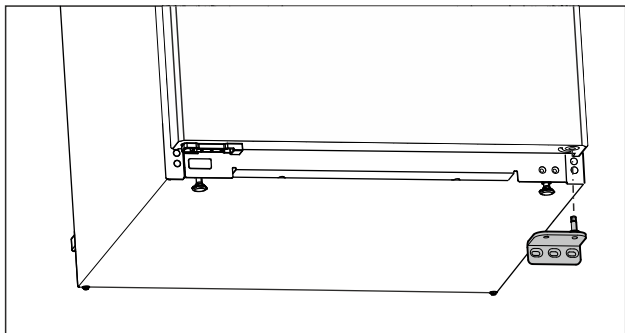

Fig. 7
- ▶ Свалете лагерната стойка надолу. (виж Fig. 7)